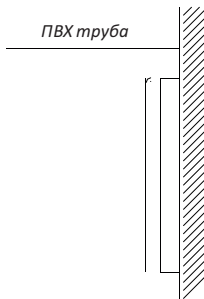
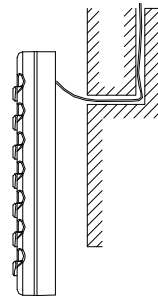

Рис.11.23 Открытый монтаж
Рис.11.24 Скрытый монтаж
- ◆ При открытом монтаже линии связи (85×85×16) используйте поливинилхлоридную трубу и углубите ее в стену (См. Рис.11.23). При скрытом монтаже линии связи поливинилхлоридная труба может быть использована, как показано на Рис.11.24.